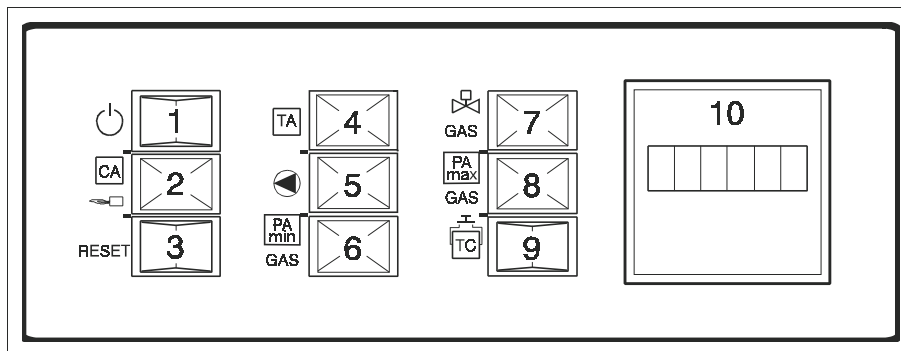

Рис. 27 Панель управления
Для того, чтобы добиться этого, отсоедините сетевой газовый клапан путем удаления электрической перемычки. Присоедините черный провод (-)(1) микроамперметра к разъему ионизирующего электрода (2) на котле (рис. 27). Присоедините красный провод (+)(3) микроамперметра к ионизирующему колпачку (4). При ионизации вспомогательной горелки показание должно быть не менее 5 мкА в течение 10 секунд, после чего горелка блокируется системой обнаружения пламени. Восстановите первоначальное состояние проводников, подключаемых к главному газовому клапану. Повторите операцию контроля, включив максимальный режим работы котла. Убедитесь в том, что показание микроамперметра составляет по меньшей мере 5 мкА после 10 секунд.